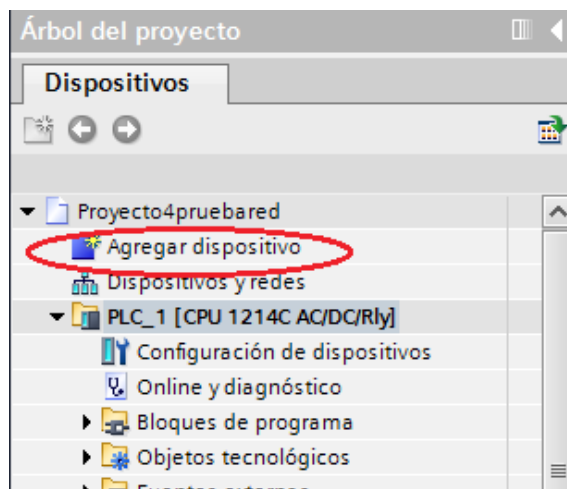

Figura 3. Agregar un nuevo dispositivo al proyecto.
- Una vez que se ha logrado comunicación con el primer PLC, regrese al “Árbol del proyecto” de doble clic en la opción “Agregar dispositivo” (ver Figura 3) y agregue otro PLC S7-1200, colóquelo la dirección **192.168.0.3** con una máscara de subred de **255.255.255.0** y **active las marcas de ciclo y de sistema.**